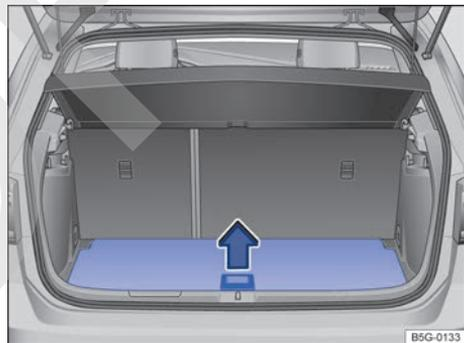
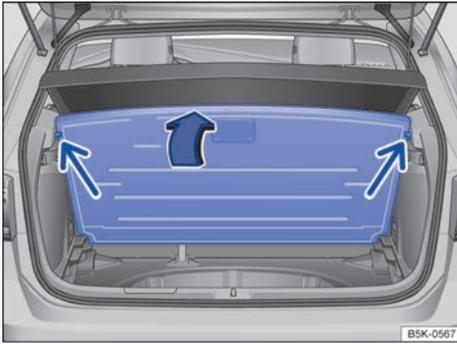

Fig. 150 En el maletero: levantar el piso variable. ▶
Fig. 151 En el maletero: piso variable levantado.
- Para *abrir* el piso, agárrelo por la cavidad → fig. 150 y levántelo hasta que quede sujetado por los encastres laterales (flechas) → fig. 151.